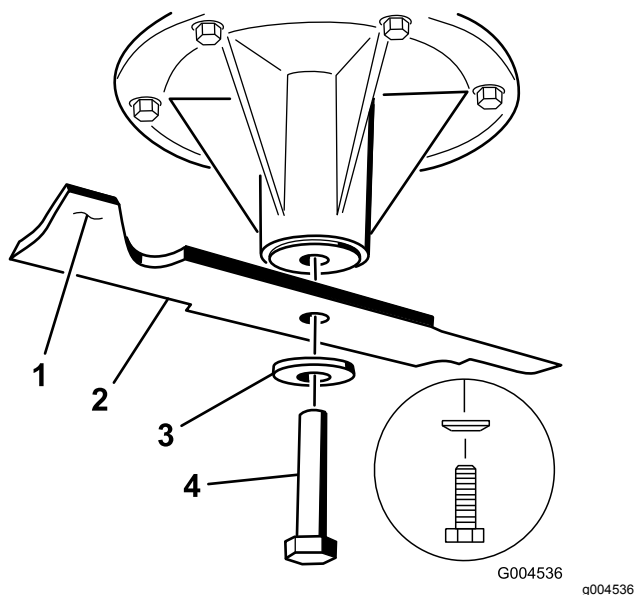

Figure 96
2. Enlevez de l'axe, le boulon, la rondelle bombée et la lame (Figure 96).